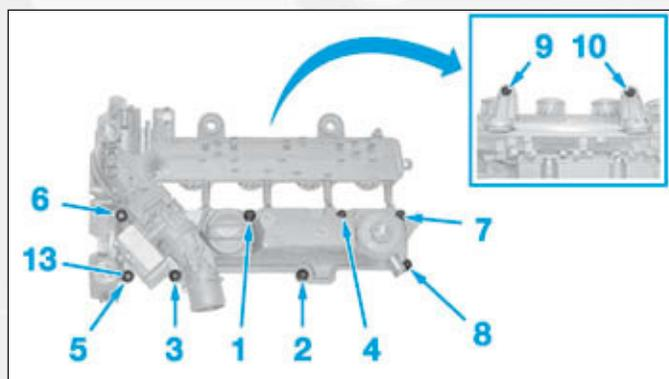

FIG.59
- Reposer le collecteur d'admission en respectant l'ordre et le couple de serrage (Fig.59).